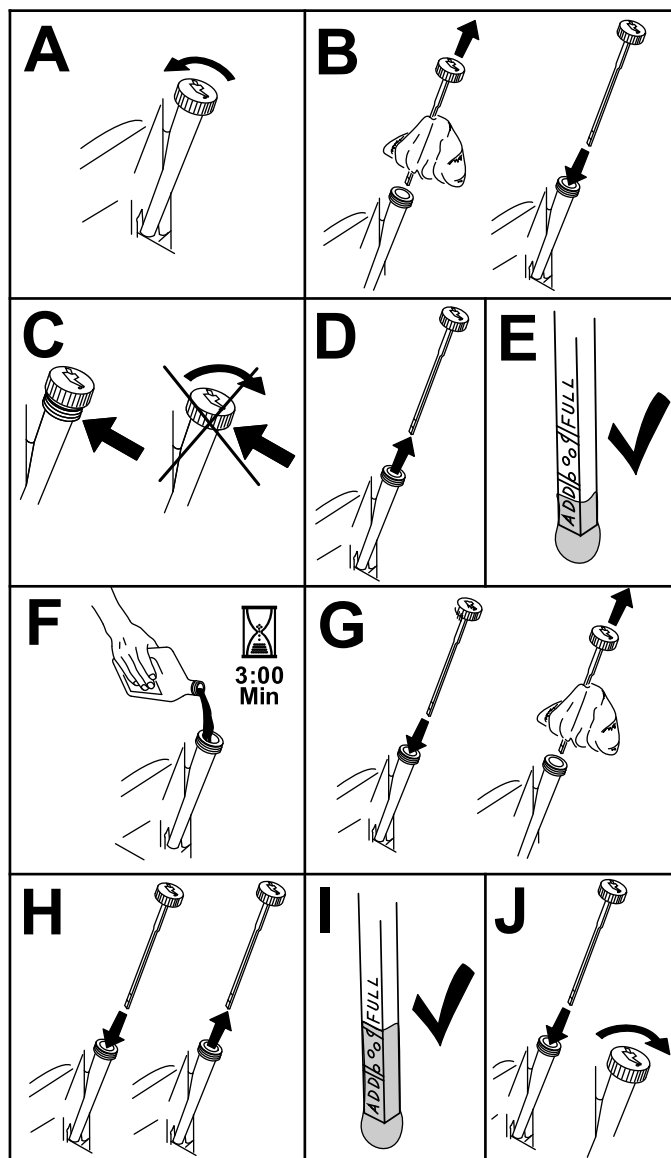

Figure 49
3. Pour éviter de faire tomber de l'herbe, de la poussière, etc., dans le moteur, nettoyez la surface autour du bouchon de remplissage-jauge d'huile, avant de l'enlever (Figure 49).